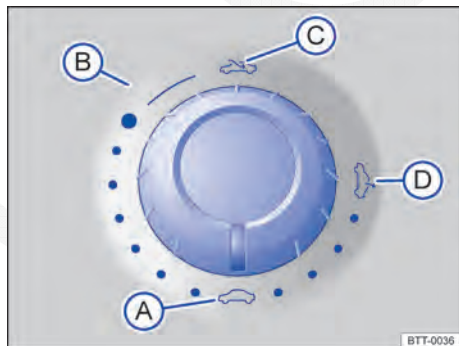

Fig. 38 No revestimento do teto: interruptor rotativo do teto solar.
Girar o interruptor rotativo ⇒ Fig. 38 para a posição desejada para regular as seguintes posições do teto solar:
- Girar o interruptor rotativo para a posição ⇒ Fig. 38 (A) e puxar para baixo na área posterior, até que o teto solar esteja completamente fechado.